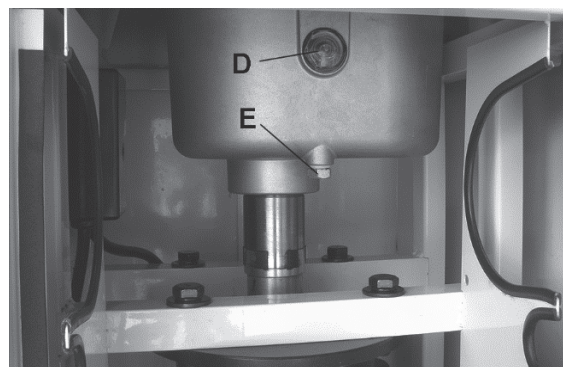

Figure 15
Contrôlez périodiquement le niveau d'huile via le verre-regard (D, Figure 15) – l'huile doit se trouver à mi-niveau du regard.
2. Retirez le bouchon de purge (E, Figure 15) avec la clé de 14 mm. Mettez l'huile usagée au rebut conformément aux réglementations. Installez de nouveau le bouchon de purge.